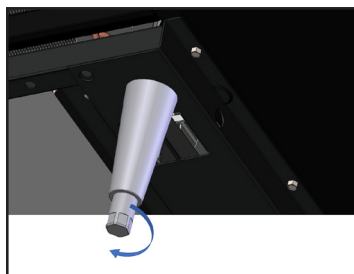

Рис. 5. Вращать нижний шток для выравнивания устройства по уровню.
3. Если устройство стоит неровно, аккуратно приподнять его и подложить под него подставку. Вкручивая или выкручивая нижний шток регулируемой ножки с помощью разводного ключа, добиться ровного и устойчивого положения устройства. См. рис. 5.